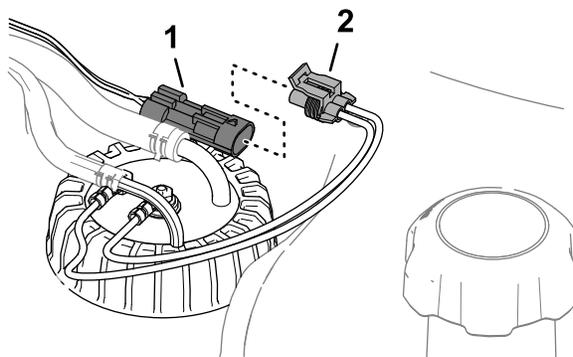

図 92
3. マシンのワイヤハーネスの 2 ピンコネクタから、燃料センダのハーネスの 2 ソケットコネクタを外す **図 92。**